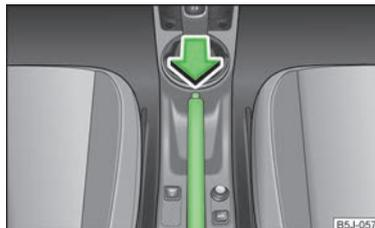

Abb. 83
- Den Handbremshebel etwas hochziehen und **gleichzeitig** den Sperrknopf » Abb. 83 hineindrücken.